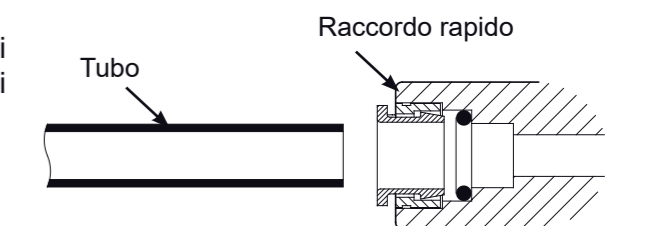

FIG. 15
3. Tagliate il tubo ad angolo retto. Cfr. Fig. 15.
6. Tagliate l'estremità ad angolo retto e alla giusta lunghezza. Cfr. Fig. 15.
3. Tagliate il tubo ad angolo retto alla giusta lunghezza. Cfr. Fig. 15.
3. Tagliate il tubo ad angolo retto alla giusta lunghezza. Cfr. Fig. 15